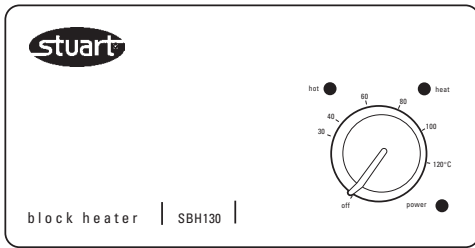

Abbildung 4 - Analoge Steuerungen
2. Die Lampe "Power" leuchtet auf - siehe Abbildung 4.
3. Die gewünschte Temperatur kann mithilfe des Steuerknopfes mit der Aufschrift "Heat" an der rechten Seite der Steuerkonsole eingestellt werden - siehe Abbildung 4. Das Heizgerät wird ausgeschaltet, wenn der Knopf auf die Stellung "Off" gestellt wird. In eingeschalteter Position stellt die Skala um den Knopf herum die eingestellte Temperatur dar.
4. Jetzt beginnt das Instrument damit, die Aluminiumblöcke auf die eingestellte Temperatur aufzuheizen, und die Lampe "Heat" auf der Steuerkonsole leuchtet auf - siehe Abbildung 4.
5. Falls die Temperatur der Blöcke 50°C überschreitet, beginnt die rote Lampe "Hot" zu blinken. Dies dient zur Warnung an den Benutzer, dass die Blöcke zu heiß sind, um berührt werden zu können - siehe Abbildung 4. Dieser Zustand hält selbst dann an, wenn das Gerät mithilfe des Knopfes auf der Steuerkonsole ausgeschaltet worden ist. (Allerdings muss das Instrument dazu weiterhin an die Stromversorgung angeschlossen und am des Schalters auf der Rückseite eingeschaltet sein.)